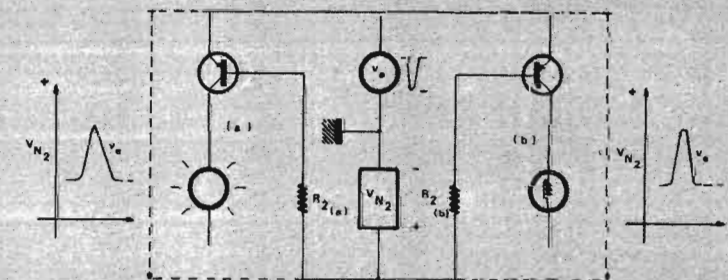

Fig. 114
1) par les bases, comme une augmentation de la valeur positive de V_{Nz} donc bloquante pour le transistor (a) et sans effet sur (b) déjà bloqué (fig. 114),